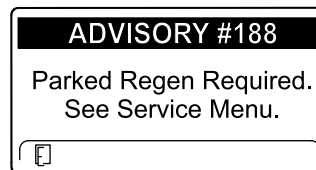

Figura 50
- Parked regeneration required (Es necesaria una regeneración con la máquina aparcada) ADVISORY #188 (Aviso n.º 188) (Figura 50)